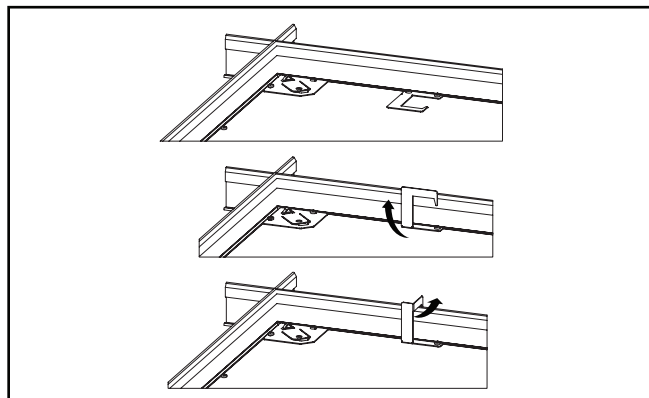

Imagen 4.
6. Se proporcionan clips para lograr una unión mayor al sistema de techo. Guíe las 4 lengüetas en la parte posterior del aplique por encima de la red T al doblarlas hacia arriba 90 grados en dirección perpendicular a la parte posterior. Luego, doble las lengüetas 90 grados hacia el marco de la red T (Imagen 4).